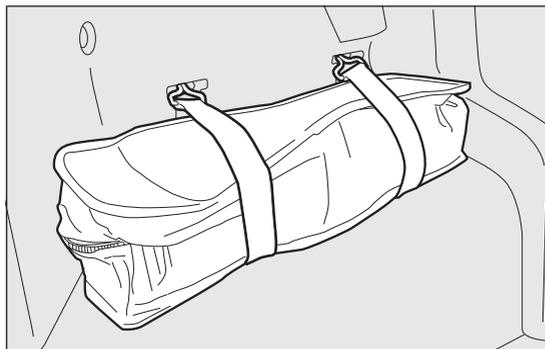

fig. 116
- aprire il portellone bagagliaio, prelevare la borsa attrezzi fig. 116 ubicata sul lato sinistro del bagagliaio sganciando gli elastici di trattenimento e portarla accanto alla ruota da sostituire;